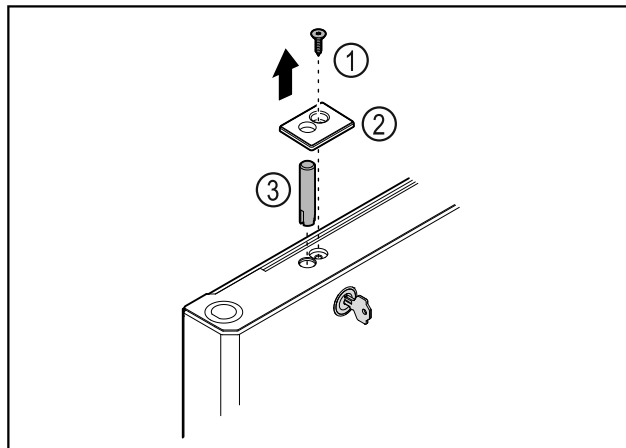

Fig. 38
- ▶ Eemaldage kruvi Fig. 38 (1).
- ▶ Haakige kate Fig. 38 (2) väikese kruvikeerajaga lahti ja võtke maha.
- ▶ Tõmmake lukupolt Fig. 38 (3) välja.